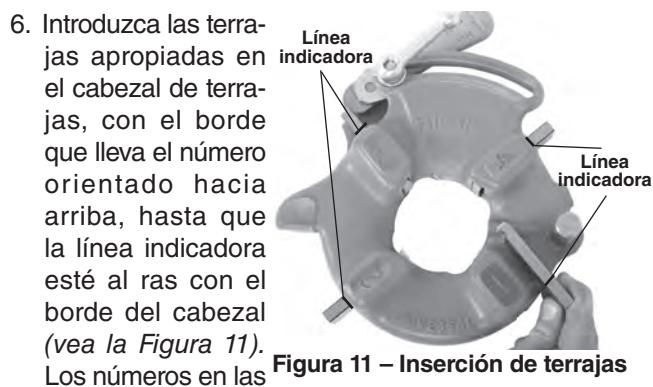

Figura 11 – Inserción de terrajas
- Levante la lengüeta de la arandela para extraerla de la ranura en la barra dimensional. Desplace la arandela hacia el final de la ranura (Figura 11).